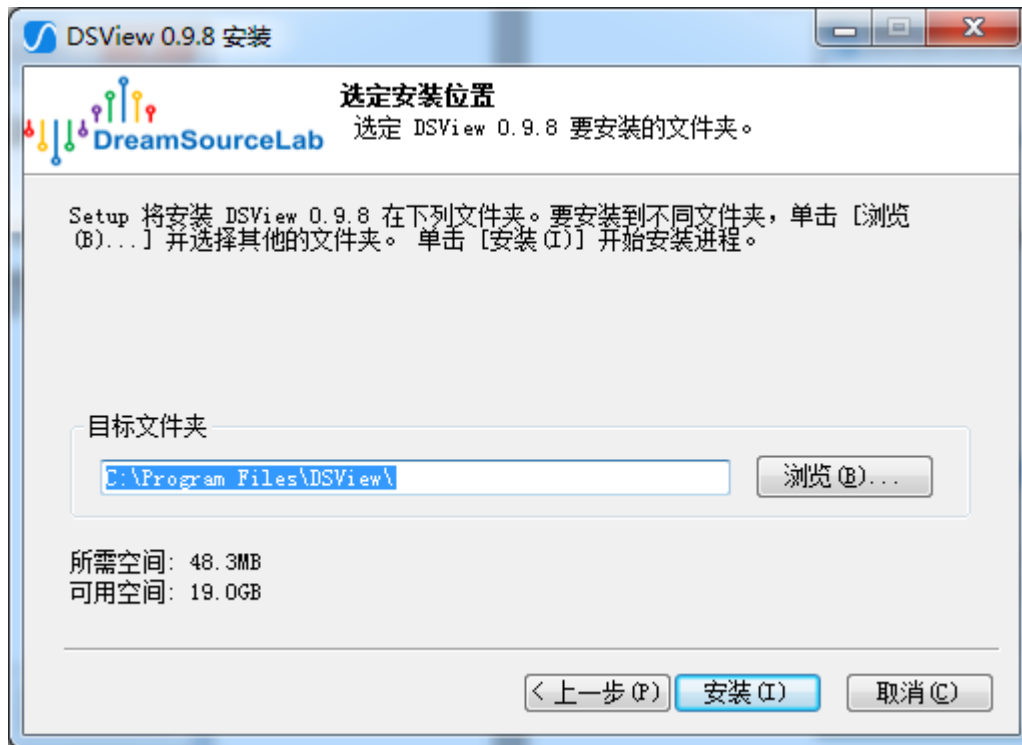

图 1-4
4) 弹出下图 (图 1-4) 所示窗口, 请选择安装目录, 然后点击“安装”: